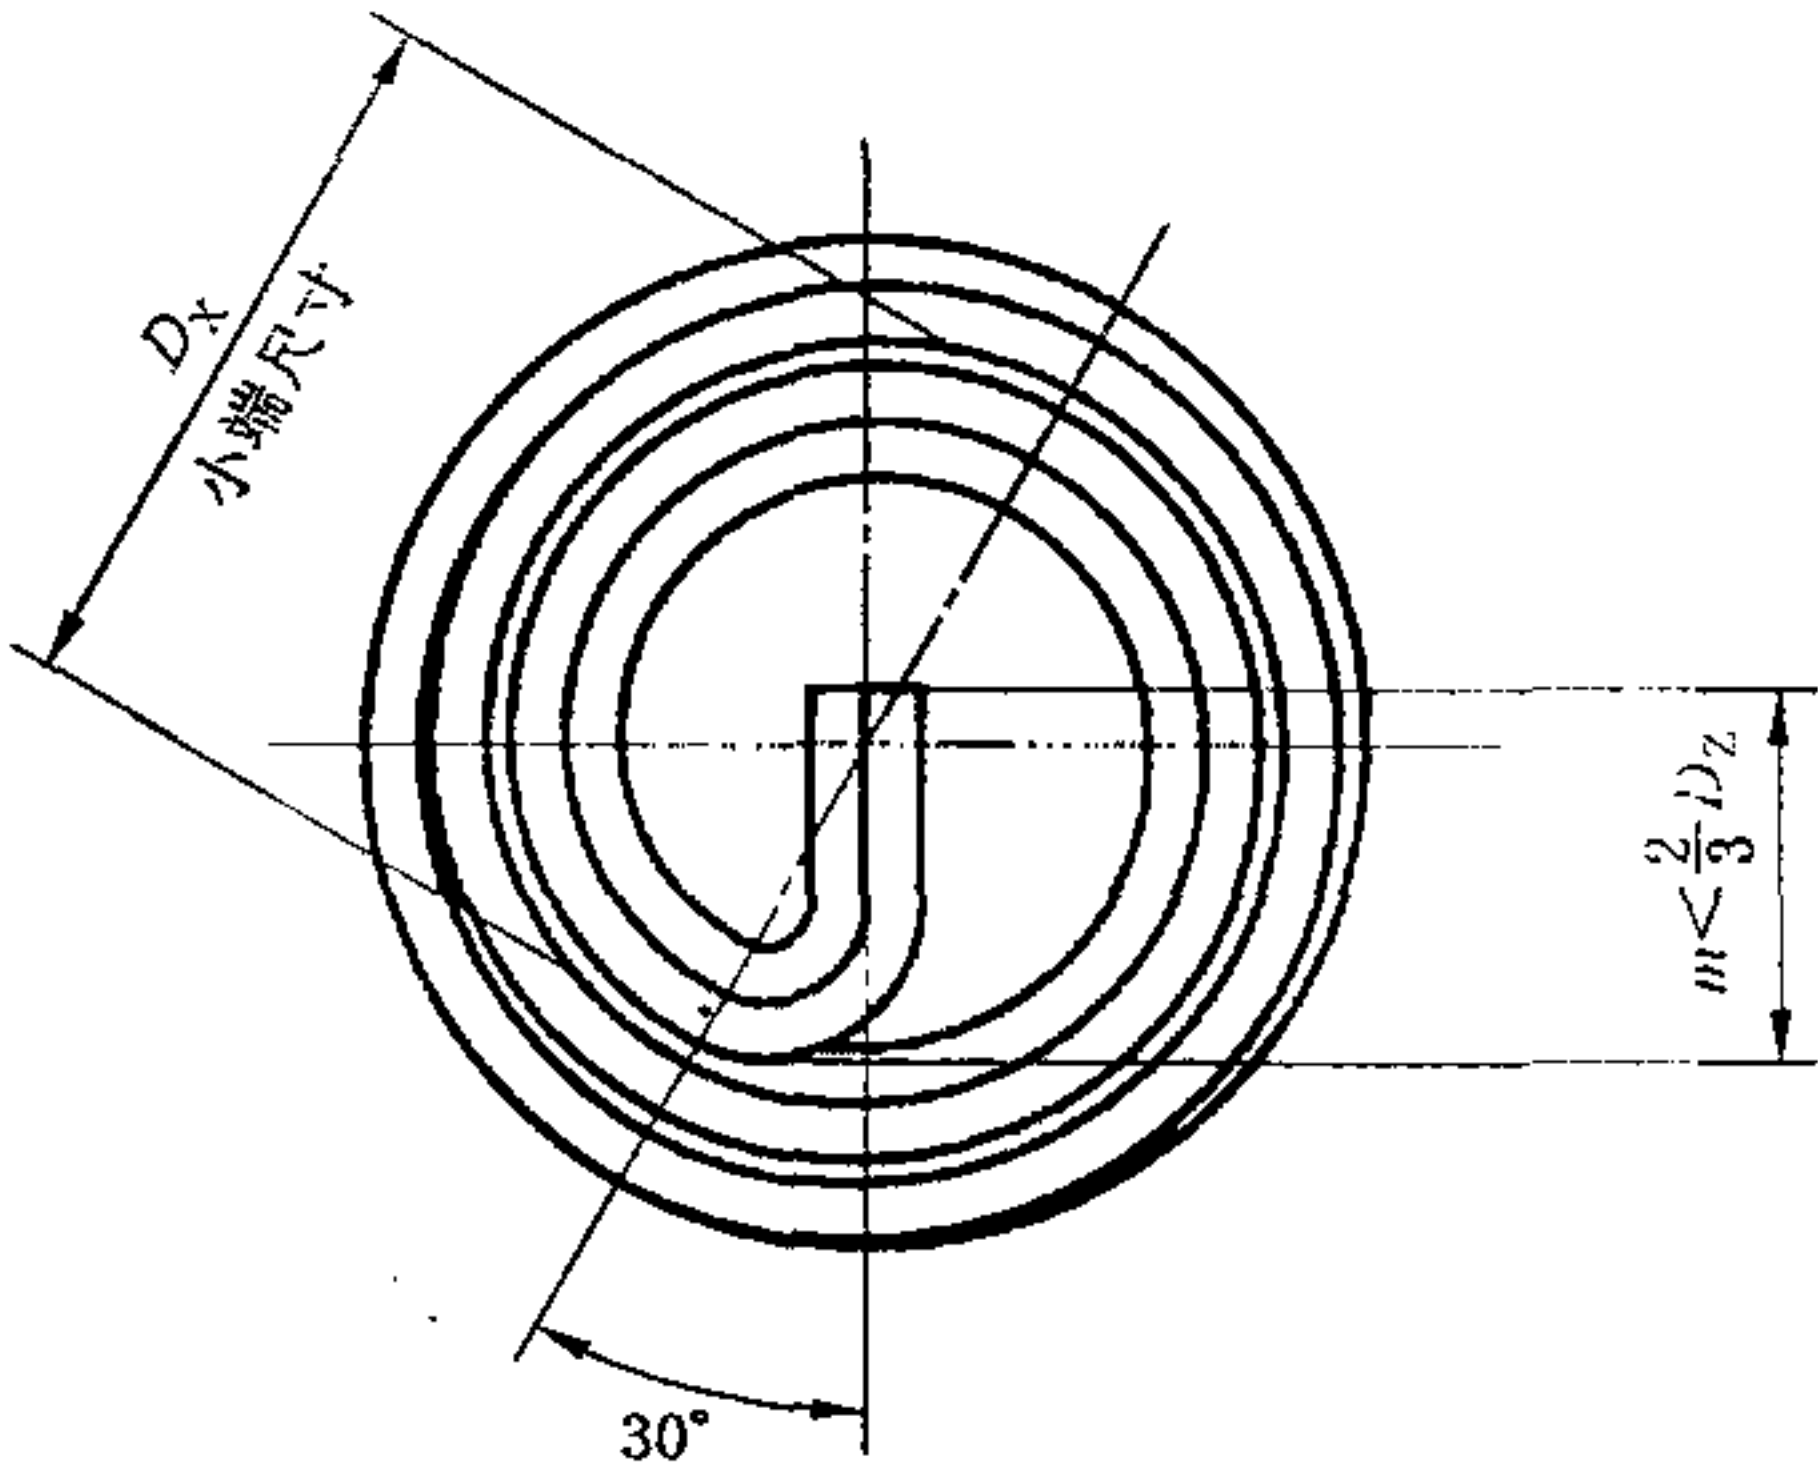

图 2 锥体端保留长度
- 3.5 M5 及其以下的钢丝螺套,允许锥体端保留长度( $m$ )小于 $(2/3)D_z$  的直柄,见图 2。